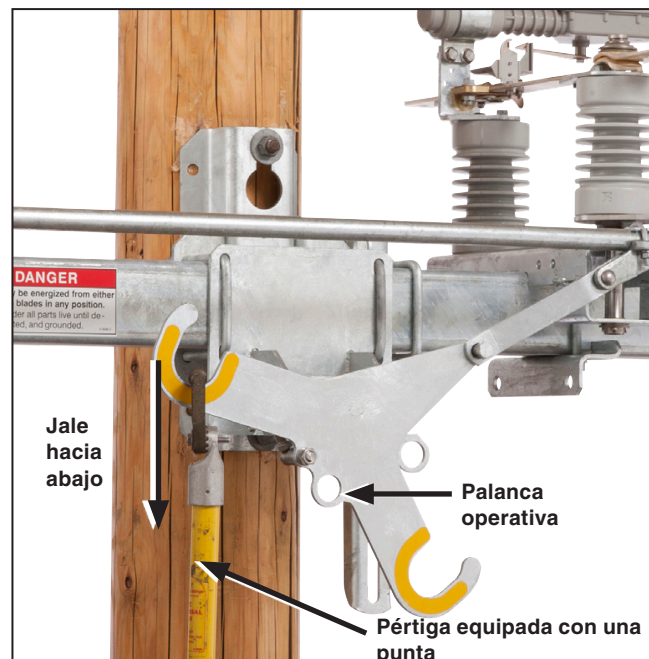
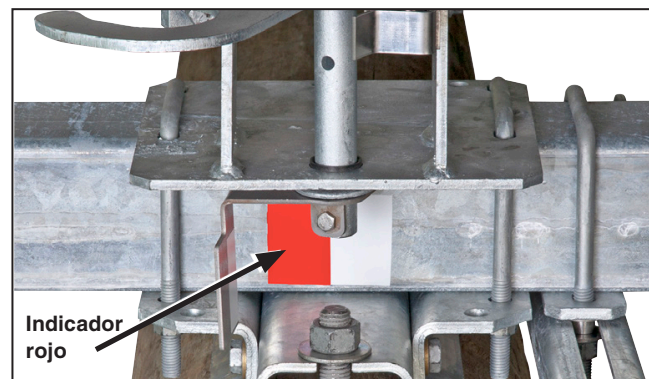

Figura 32. Jale firmemente la palanca operativa utilizando la pértiga.
Figura 33. Indicador de la palanca de conmutación en la posición de Abierto.
**Para Abrir:** Mediante un estirón vigoroso hacia abajo, baje el “gancho” correspondiente del mecanismo de la pértiga a través de todo el trayecto de operación del interruptor sin detenerse en ningún punto. Esté preparado para aplicar fuerza adicional para conservar la velocidad total cuando el esfuerzo operativo aumente en la medida que las navajas del interruptor se enganchan con las cámaras interruptivas. Ver Figura 32. Verifique el indicador de la palanca de conmutación en la base del interruptor para asegurarse que el indicador rojo está completamente expuesto. Ver Figura 33.